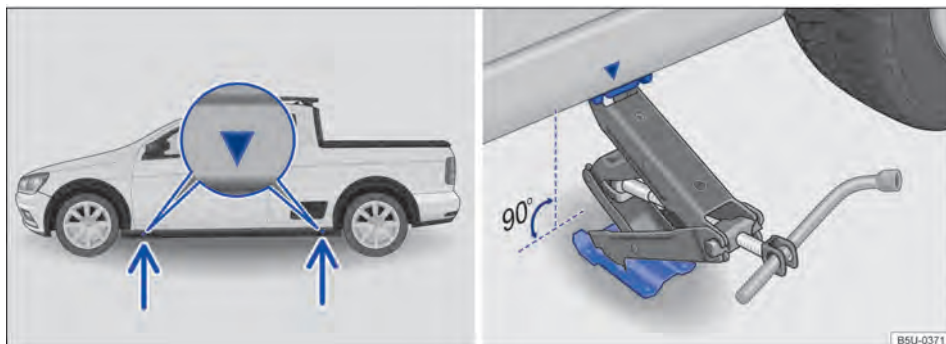

Fig. 219 Pontos de apoio do macaco e macaco posicionado no lado esquerdo traseiro do veículo.
O macaco somente pode ser posicionado nos pontos de apoio indicados (marcação na carroceria) → **Fig. 219**. É válido o ponto de apoio localizado próximo à roda correspondente → ⚠.
7. Procurar sob o veículo o ponto de apoio do macaco → **Fig. 219**, mais próximo da roda a ser trocada.
9. Garantir que a base do macaco, com toda sua superfície, esteja sobre o chão e que a base se encontre perpendicularmente abaixo do ponto de colocação → **Fig. 219**.
10. Alinhar o macaco e, simultaneamente, levantar a garra do macaco até ela se encaixar na travessa debaixo do veículo → **Fig. 219**.
- Posicionar o macaco somente nos pontos indicados. A garra do macaco deve se encaixar no perfil da longarina de forma segura → Fig. 219.